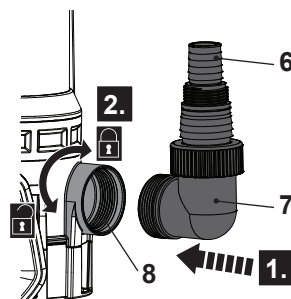

Fig. 3
2. Alignez et vissez l'adaptateur (7) sur la buse de sortie (8) dans le sens des aiguilles d'une montre (Fig. 3). Serrez-le correctement.